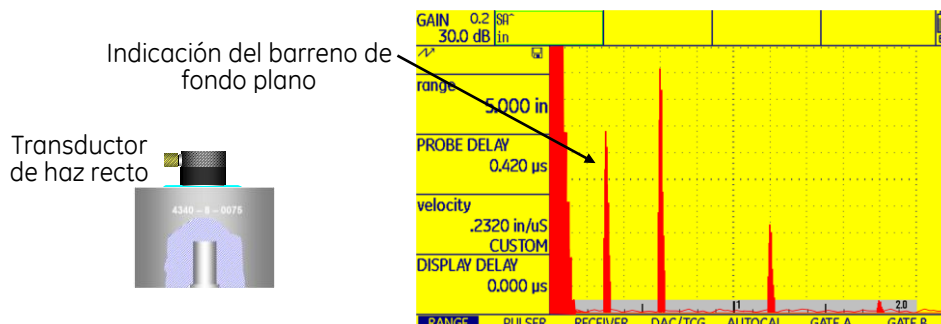

Figura No. 107: Primer paso para construir una curva DAC
1. Se considera que el equipo se encuentra calibrado en distancia de barrido, con rango de pantalla de 5 pulgadas. Colocar el transductor sobre el bloque en el que se produzca la indicación de referencia (del barreno de fondo plano de 8/64 pulgadas [1/8] de diámetro) de mayor amplitud y mover el transductor hasta obtener la máxima altura de la indicación (maximizar la indicación), figura No. 107.